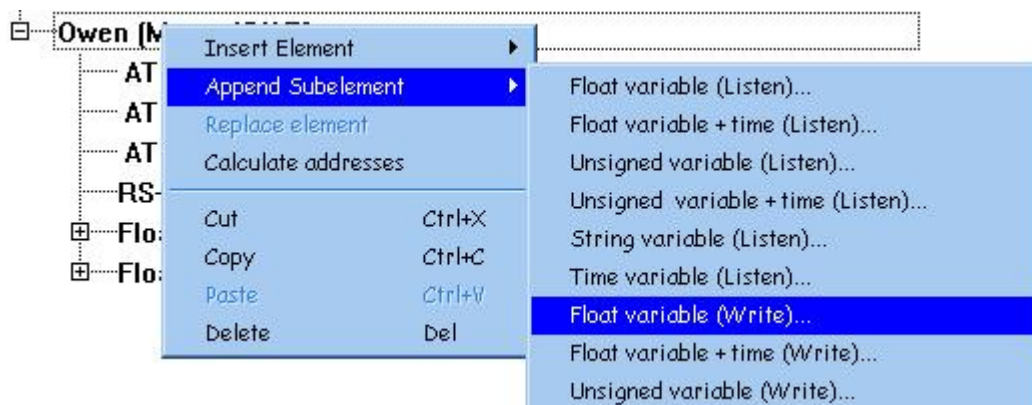

Рис. 4.1
4. Настроим подключение МВУ8-Р. Пусть адрес МВУ будет, например, 32. Нажмите правой кнопкой мыши на пункте *Owen (Master)*, в появившемся контекстном меню выберите пункт *Append Subelement*, а затем *Float variable (Write)*, как это показано на Рис. 4.1.